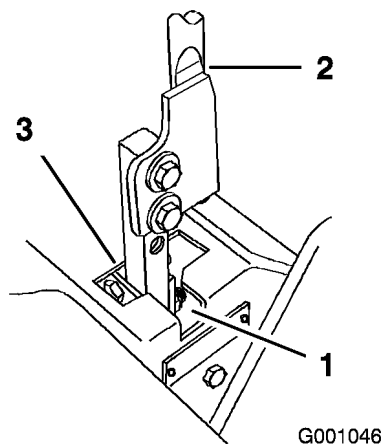

Figura 53
5. Mueva la palanca a la posición de punto muerto, pero no bloqueada (Figura 53).
7. Compruebe la posición de la palanca de control con relación a la muesca de la consola (Figura 53). Debe estar centrada para que la palanca pueda girar hacia fuera a la posición de bloqueo/punto muerto.